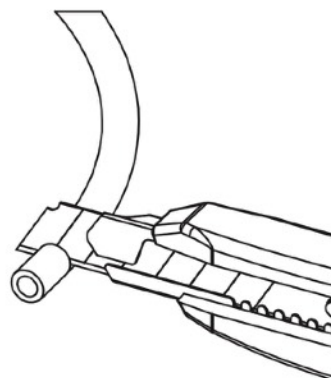

рис.8.2.2
2. Отрежьте трубку под прямым углом (рис.8.2.2)